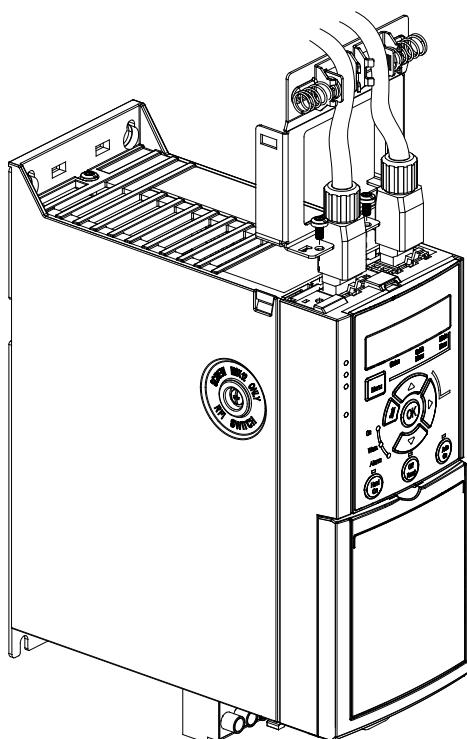

图 5.16 将以太网电缆放在电缆夹之间
- 将以太网电缆连接器推入控制盒插槽。将以太网电缆放在弹簧金属夹之间，如图 5.16 所示，以便进行机械固定，并在电缆与接地线之间建立电气连接。